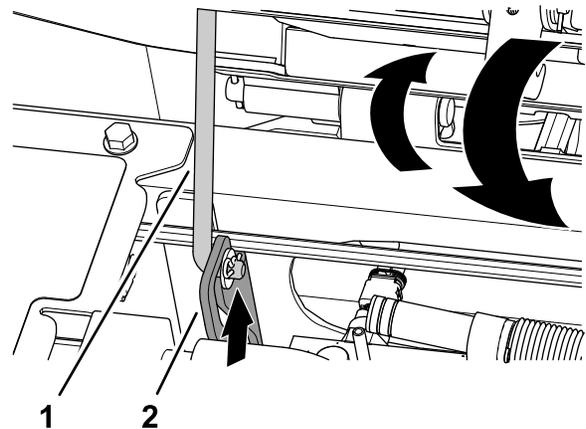

Figura 65
1. Fate ruotare leggermente il sedile e sollevate l'asta di sostegno estraendola dall'intaccatura dell'asola di supporto del sedile (Figura 65).